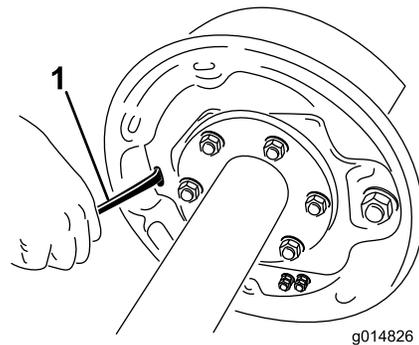

Bild 51
- Drehen Sie das Sternrad des Einstellers mit einem Schraubenzieher, um die Bremsbacken zu verlängern (Bild 51).